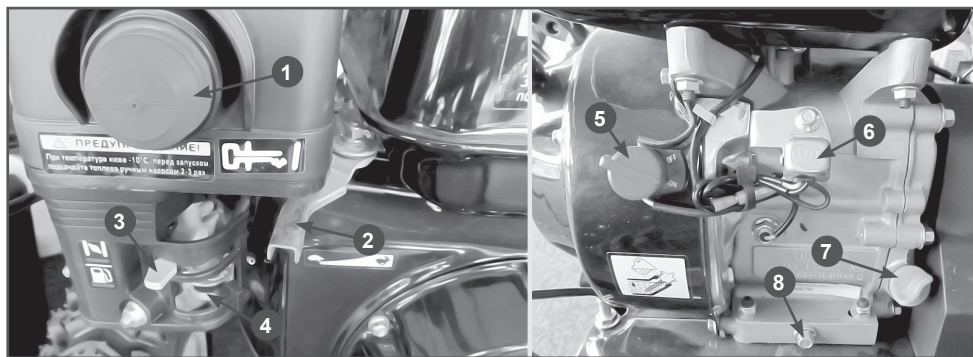

Рис.19 Основные узлы и органы управления двигателем
Основные узлы и органы управления двигателем приведены на Рис.19.
1. Откройте топливный кран, переместив рычаг топливного крана 4 (Рис. 19) в рабочее положение (ON).
2. При запуске двигателя закройте воздушную заслонку карбюратора рычагом 3 (Рис. 19).
3. Установите рычаг газа 2 (Рис. 19) в среднее положение.
4. Нажмите на праймер подкачки топлива 1 (Рис. 19) три раза. При запуске теплого двигателя праймер нажимать не надо.
5. Установите выключатель 5 (Рис. 19) в положение ON (Вкл).